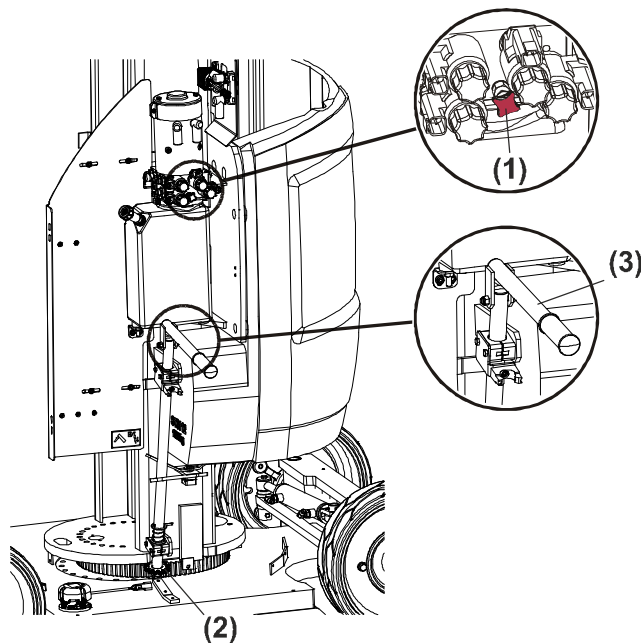

Рис. 3-14. Рабочие устройства ручного поворота - 10E/26E
- **поворотный клапан (1)**, расположенный на блоке распределительных клапанов насоса/мотора, для растормаживания поворотного мотора (См. Рис. 3-14.).
- **Зубчатый валик (2)**, расположенный под отсеком распределительных клапанов насоса/двигателя, который можно **поворачивать складным рычагом (3)**.